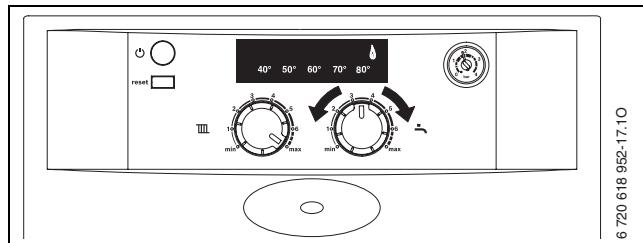

Fig. 34
- ▶ Tourner le sélecteur de température de départ chauffage **III** en position max. (→ fig. 34).